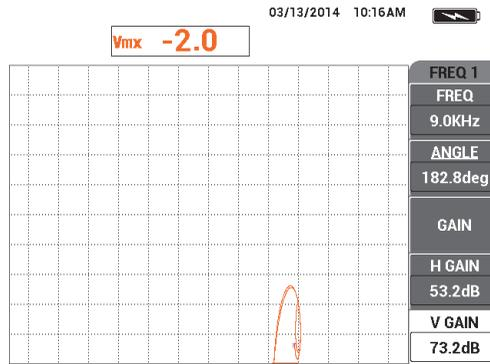

Figura 5-130 Verificación de la señal combinada
26. De ser necesario, pulse la tecla ERASE () para visualizar la señal combinada. Vea la Figura 5-130 en la página 238.